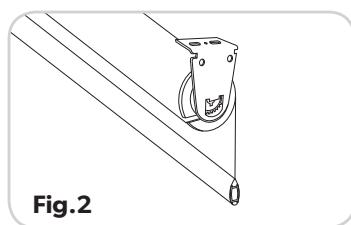

Fig.2
- A.** Coloque la persiana de modo que el componente de la rueda de tensión quede hacia la derecha. (**Fig. 2**)